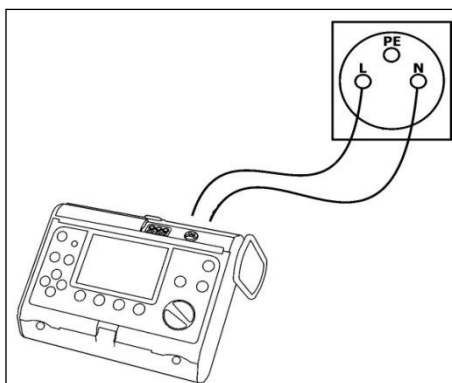

Рис.18. Подключение прибора.
- подключить провода измерителя к гнезду стенда, как показано на Рис.18;